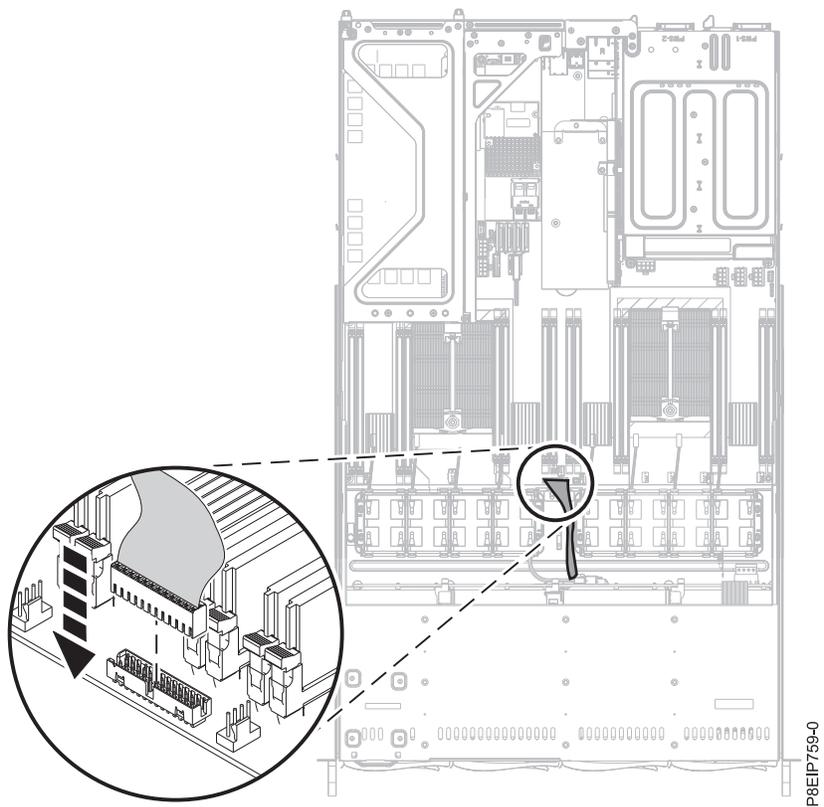

Figura 42. Substituindo o cabo do painel do operador
15. Substitua o cabo do painel do operador no painel traseiro do sistema conforme mostrado na Figura 42 na página 43.